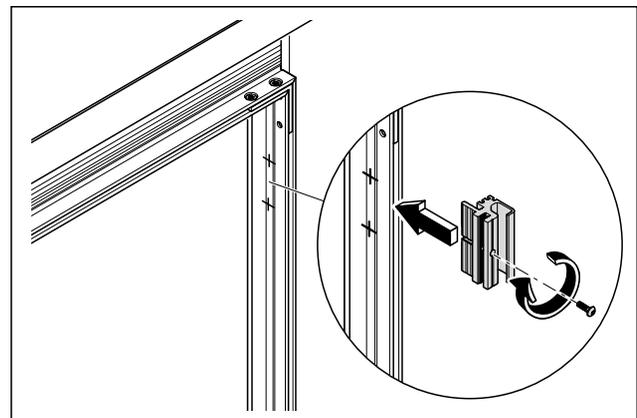

Abb. 33 Die Fixierer auf der Bandseite anbringen.
- Die Fixierer auf der Bandseite an die angezeichnete Position mit einem Drehmoment von 5 Nm anbringen (Abb. 33).